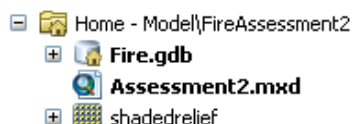

Fig. 3. Fragment okna *Catalog* z zawartością folderu roboczego
- Ustawmy domyślną geobazę na `Fire.gdb`. Jest ona przechowywana w folderze `Model\FireAssessment2` (Fig. 3).